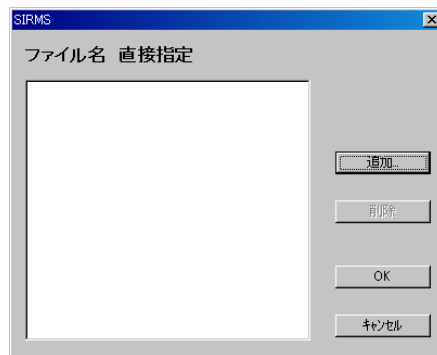

図 5-36 ファイル名指定画面(バージョン 2)
- 5** [OK]をクリックします。ファイル名指定画面(図 5-36)が表示されます。